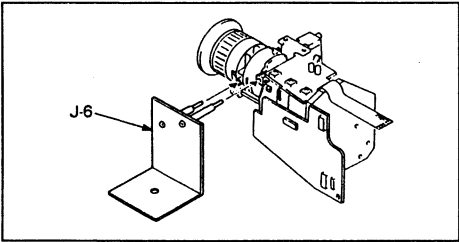

Abb. 1.1
- 1) Setzen Sie den Camera-Teil in Werkzeug J-6 ein, wie in Abb. 1.1 gezeigt.
Objekt: Überstrahl-Tafel (Abb. 1.1)
- 1) Verbinden Sie die Anschlüsse + und - des Digitalvoltmeters mit Anschluß (20) des CCD bzw. CA1 am Abschirmgehäuse.
- 2) Verbinden Sie TP955 und TP953 auf der Platine TC-1 mit einem Draht, um das Objektiv völlig zu öffnen, und nehmen Sie die Überstrahl-Tafel in dem in Abb. 1.1 gezeigten Sichtwinkel auf.
- 3) Drehen Sie das Potentiometer (VR) vom Anschlag im Gegenuhrzeigersinn langsam im Uhrzeigersinn und halten Sie dort an, wo das Überstrahlen und die vertikalen Linien einer Leuchtstoffröhre völlig beseitigt sind. Drehen Sie das Potentiometer nicht zu weit.
- 4) Vergewissern Sie sich, daß die Spannung an Anschluß (20) des CCD 3,75 Vdc oder mehr beträgt.